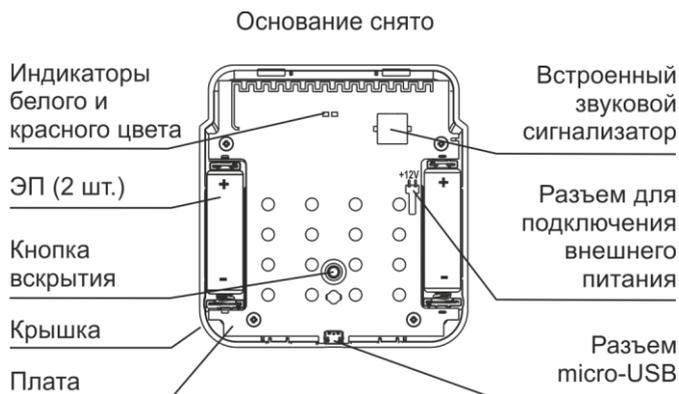

Рисунок 2
4.1 Конструктивно пульт выполнен в виде блока, состоящего из основания и съемной крышки (рисунок 2).
5 Установить ЭП или (при необходимости) подключить провода внешнего питания, для чего: - контактами обжать провода, вставить контакты в розетку (контакты и розетка - из комплекта поставки); - розетку подключить к соответствующему разъему на плате (см. рисунок 2)